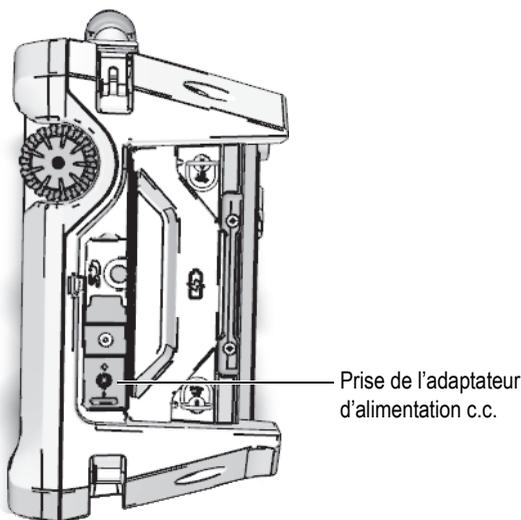

Figure 2-3 Prise de l'adaptateur d'alimentation de courant continu de l'OmniScan MX2
2. Du côté droit de l'OmniScan MX2, soulevez le couvercle en caoutchouc qui recouvre la prise du connecteur de l'adaptateur de courant continu (voir la Figure 2-3 à la page 45).
3. Branchez l'adaptateur d'alimentation c.c. à la prise de l'adaptateur d'alimentation c.c. de l'OmniScan MX2 (voir la Figure 2-3 à la page 45).